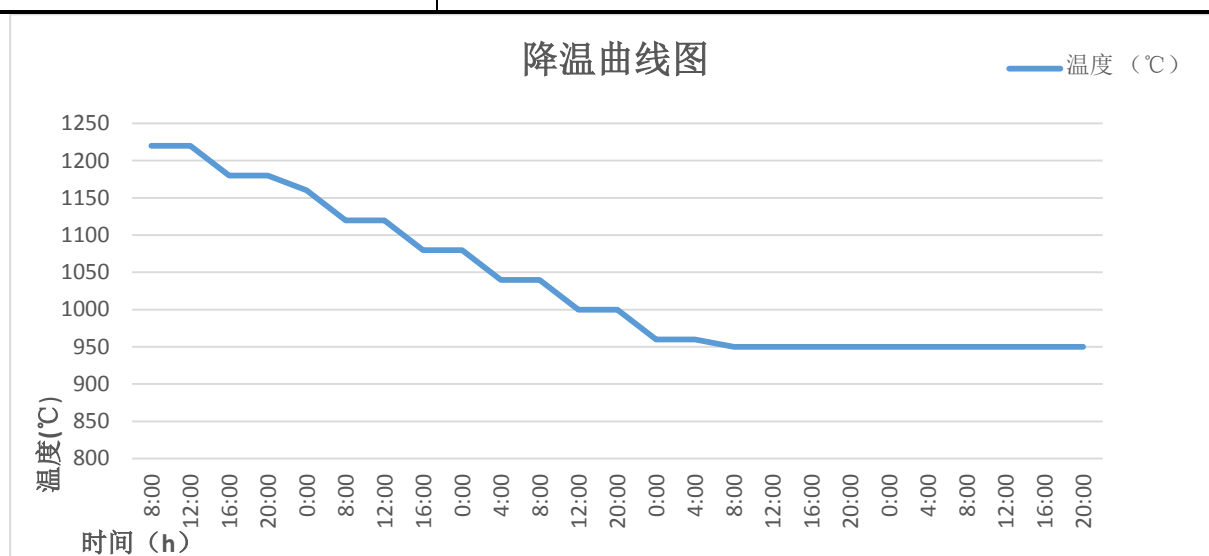

图 1 焦炉降温曲线
2.2 确定降温计划,根据硅砖的烘炉曲线,制定降温计划。降温计划及降温曲线图(详见表 1,图 1)。